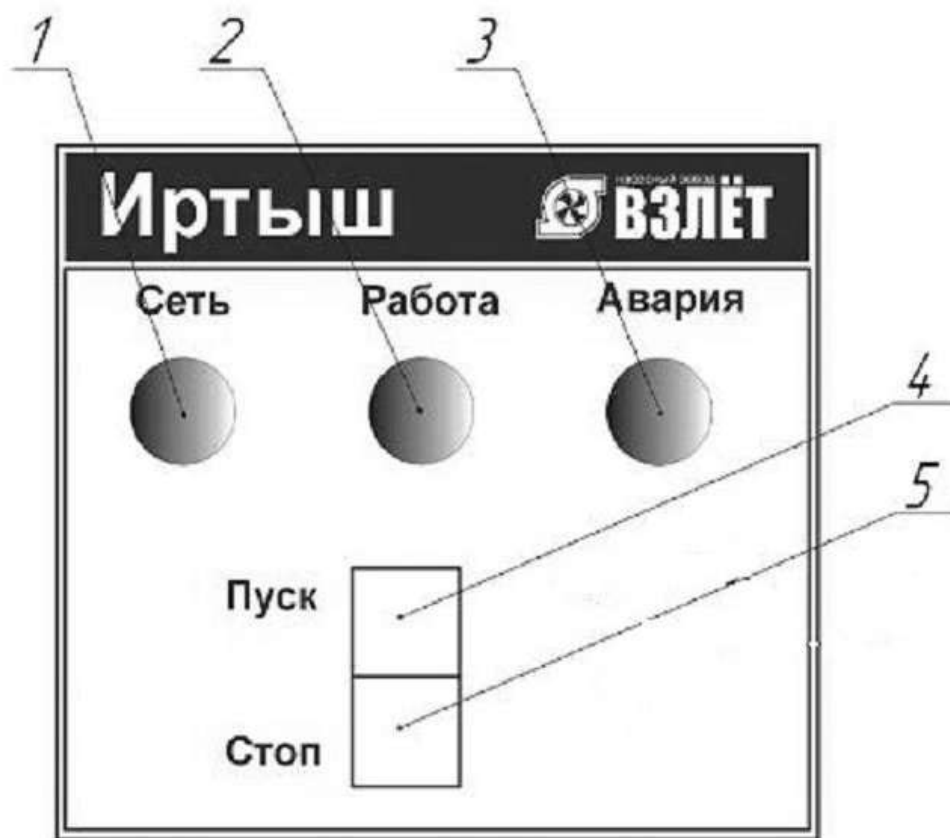

Рисунок 1 – Органы управления и индикации шкафа управления
Запуск и останов вентиляционного агрегата осуществляется при помощи кнопок «ПУСК» (рис. 1 поз. 4) и «СТОП» (рис. 1 поз. 5), расположенных на дверце шкафа управления.
4. Включите главный автоматический выключатель QF1; загорится светодиод «Сеть» на крышке шкафа управления рис. 1 поз. 1.
Запустите вентиляционный агрегат на 2-3 секунды нажатием кнопки «ПУСК» рис. 1 поз. 4, и внимательно наблюдая за вращением рабочего колеса, определить его направление. Рабочее колесо должно вращаться по направлению стрелки, изображенной на корпусе.
1. Для запуска вентиляционного агрегата в ручном режиме нажать кнопку «ПУСК» (рис. 1 поз. 4).
2. Для остановки вентиляционного агрегата в ручном режиме нажать кнопку «СТОП» (рис. 1 поз. 5).